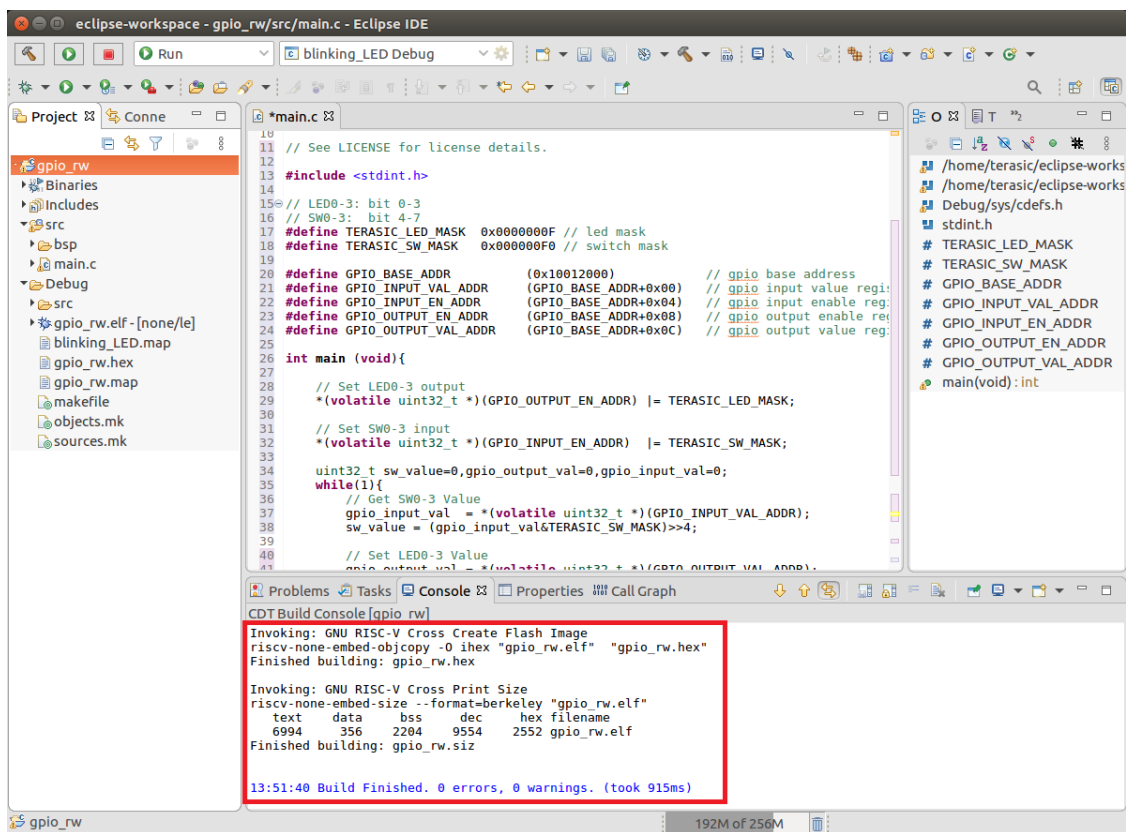

图4.3.13 编译成功
2. 选中 gpio_rw工程，右键点击 Clean Project；再次选中 gpio_rw工程，右键点击 Build Project，若 gpio_rw工程参照之前的步骤设置正确，则在这一步会编译成功，如图 4.3.13 所示。（注：需要右键点击 Refresh 才可以在 Debug 下拉项中看到生成的 .elf 文件）